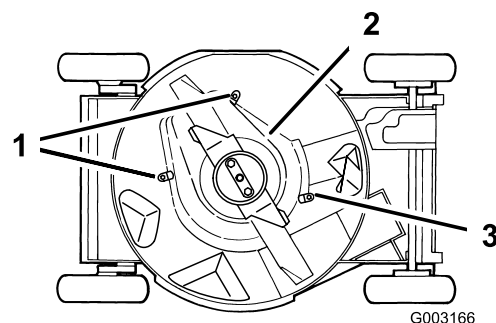

Figura 40
6. Afloje las pestañas que fijan el protector del embrague del freno de la cuchilla a la plataforma, aflojando las tuercas o los pernos de las pestañas (Figura 40). Gire las pestañas 180° para que no estorben.